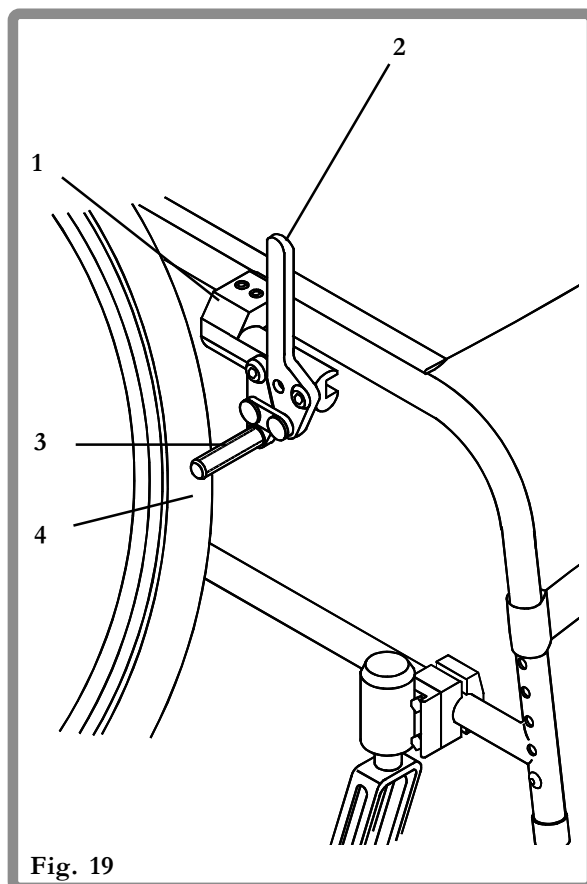

Fig. 19
Bremsene (Fig. 19) er festet i et klemmesystem (1) og er justert før stolen forlater fabrikken. Ofte må bremsene stilles individuelt avhengig av brukerens behov og hvilke type dekk som er valgt. Når bremsene skal aktiveres, skyves bremsehåndtakene (2) framover til de går over midten, og «bremseklossene» (3) tar i dekkene (4).